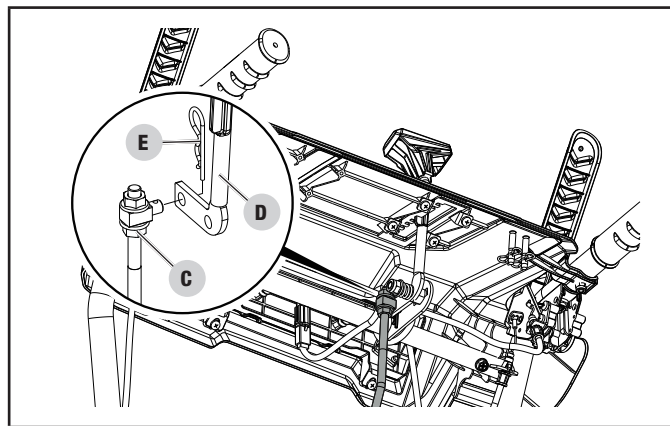

Figure 7
Déplacez le levier de sélection de vitesse jusqu'à ce que la goupille de connexion (C) soit alignée avec le trou dans le levier de sélection de vitesse (D). Enfoncez la goupille (C) dans le trou du levier de sélection de vitesse (D). Déplacez le levier de sélection de vitesse à R2 pour donner plus d'espace pour insérer la goupille R. Poussez la goupille R (E) dans le trou de la goupille (C) (fig. 7).